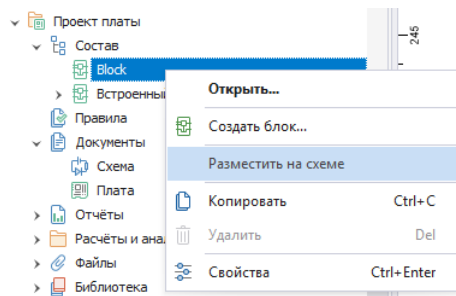

Рис. 270 Выбор блока в дереве проектов
1. Открыть узел «Состав» в дереве проектов, выбрать нужный блок и выбрать пункт «Разместить на схеме» в контекстном меню, см. Рис. 270.